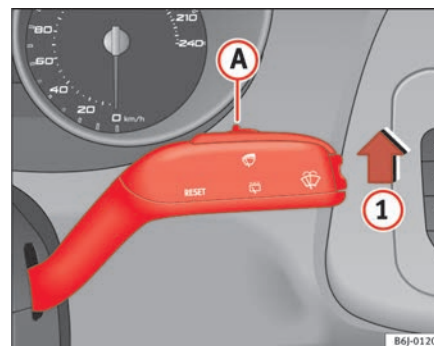

Fig. 60 Palanca del limpiaparabrisas
- Mueva la palanca del limpiaparabrisas hasta la posición ① ⇒ **fig. 60.**
- Mueva el mando ① hacia la izquierda o hacia la derecha para ajustar la sensibilidad del sensor de lluvia. Mando hacia la derecha: nivel de sensibilidad alto. Mando hacia la izquierda: nivel de sensibilidad bajo.